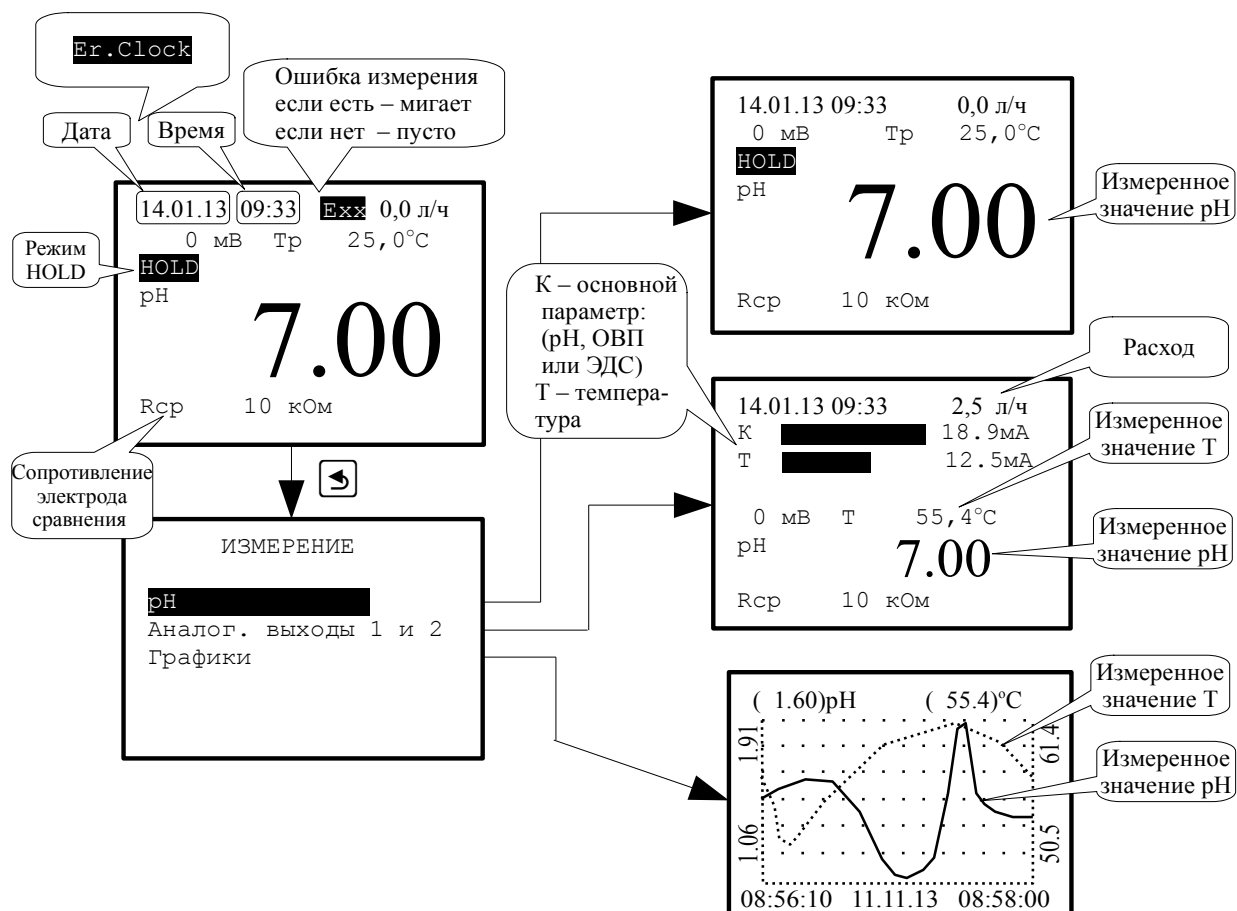

Рисунок 4 - Варианты отображения измеренных параметров
3.3.1.7 В этом меню можно выбрать способ отображения измеренных параметров на дисплее в режиме измерения (смотри Рисунок 4).
3.3.1.9 **Аналог. выходы 1 и 2** - отображение аналоговых выходных сигналов в виде шкалы, а результатов измерения в цифровом виде (смотри Рисунок 4).
При включенном измерении  $R_{ср}$  его значение выводится на экран одновременно с отображением других параметров (смотри Рисунок 4). При этом если сопротивление  $R_{ср}$  становится больше 21 кОм, это считается ошибкой измерения и включается реле №3 (смотри п. 3.3.4.4).